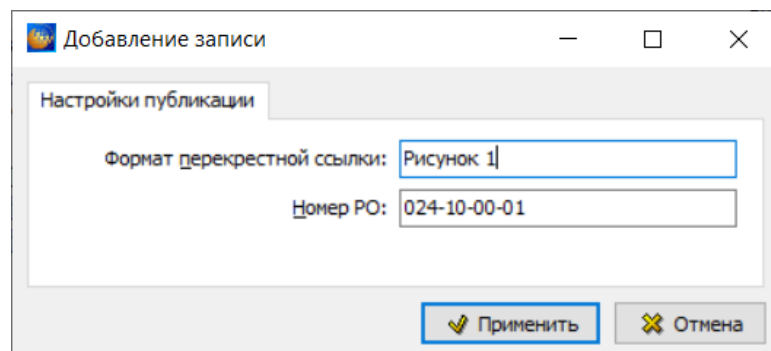

Рисунок 921
3) Введите значение параметра **Номер РО**. Данный параметр определяет к какому пункту регламента обслуживания относится технологическая карта, значение вводится с клавиатуры (рисунок 921).